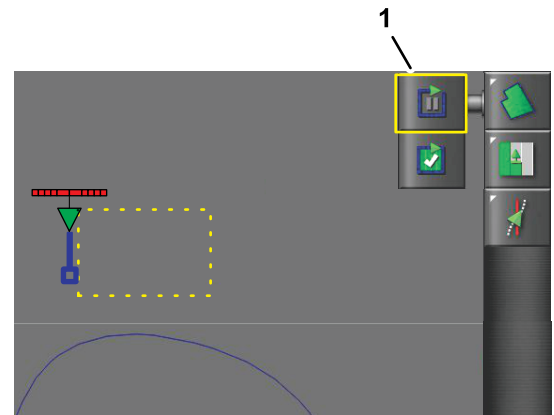

图 47
2. 不要移动机器按记录场地边界图标然后按暂停场地边界记录图标图 47。